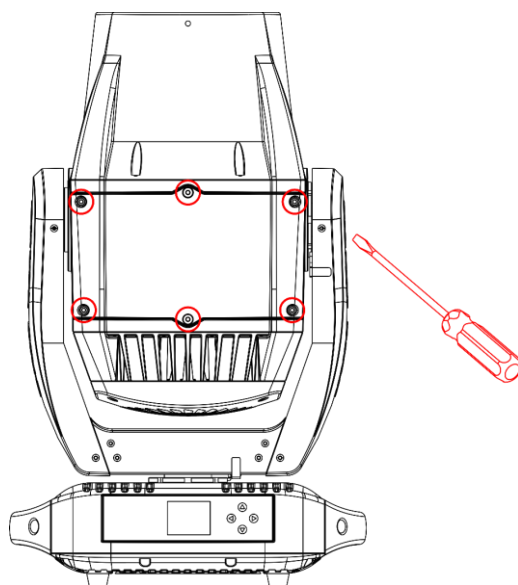

Fig. 12
- 04) Allentare le 6 viti sul coperchio della testa, come indicato sulla Fig. 12.